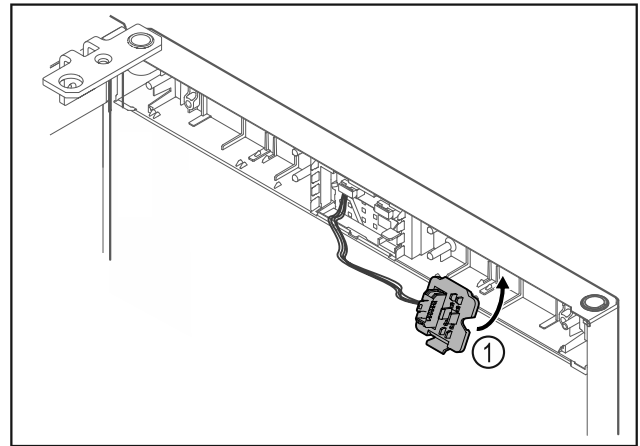

Fig. 17
- ▶ Zaistite držiak zástrčky Fig. 17 (1) na opačnej strane.